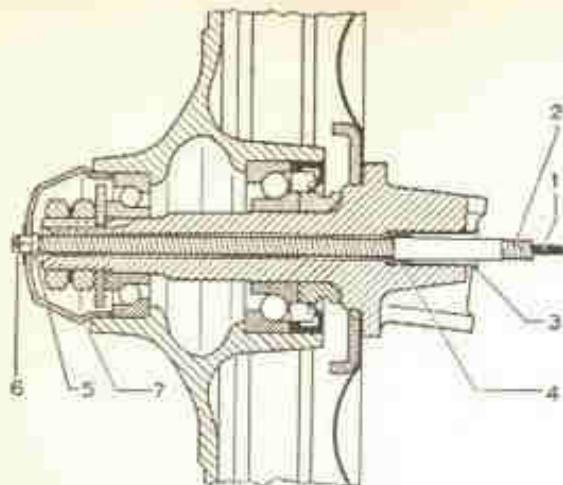

Fig. 6-P — Corte do tambor da roda dianteira, mostrando detalhes do cabo do velocímetro (todos os modelos).
**Modo de mudar o cabo flexível.** — Desliga-se o conduite em sua ligação com o velocímetro. (Referências a legenda da fig. 6-P na pág. seguinte).
- 7) — Mola do setor com tensão excessiva (sedan e Karmann). O comprimento da mola (4, fig. 6-N) sem pressão é de 23,000 a 23,8 mm. A tensão da mola na compressão de montagem — 70 a 75 kg comprimento de 20,3 mm. A mola pode ser esmerilhada até que, quando sem carga, seja mais comprida que o pino (3, fig. 6-N, pag. 188) somente de 0,9 a 1,5 mm. (Somente nos modelos até 1963).